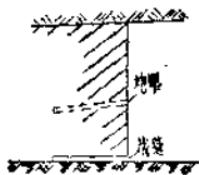

图 15
(3) 截煤机截割后，放炮时只放腰眼炮，不放顶炮(图15)。